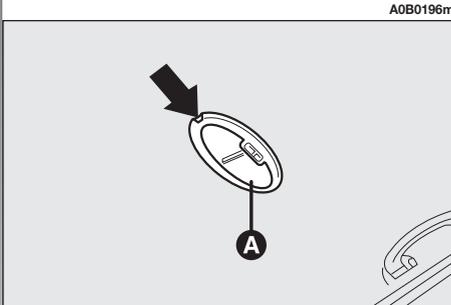

Abb. 56
– Die Deckenleuchte (**A, Abb. 56**) durch Hebeleinwirkung an den Pfeilpunkten herausnehmen.